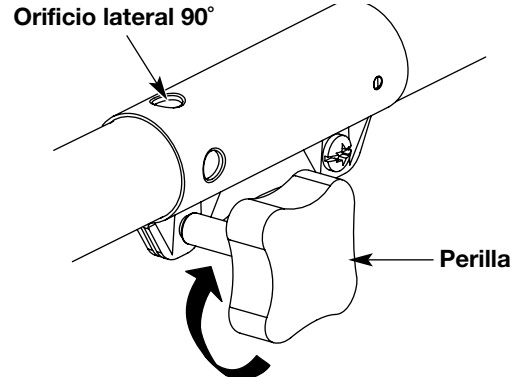

Fig. 11
3. Gire la perilla en sentido horario para ajustarla (Fig. 11).
Para recortar bordes mientras usa el accesorio de corte de cabeza de línea con modelos EZ-Link™, trabe el botón de desconexión en el **orificio lateral de 90°** (Fig. 11).